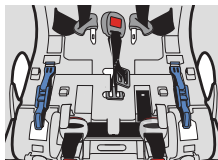
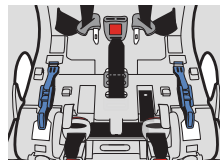

Figure 28
Figure 29
- Prenez la partie la plus longue (ou la plus courte) de la sangle d'entrejambe et insérez-la dans la fente de la Sangle d'Entrejambe extérieure, tel qu'illustré dans la **Figure 28**. Assurez-vous que le bouton de déverrouillage rouge de la boucle fait face à l'extérieur du siège, tel qu'illustré dans la **Figure 29**.